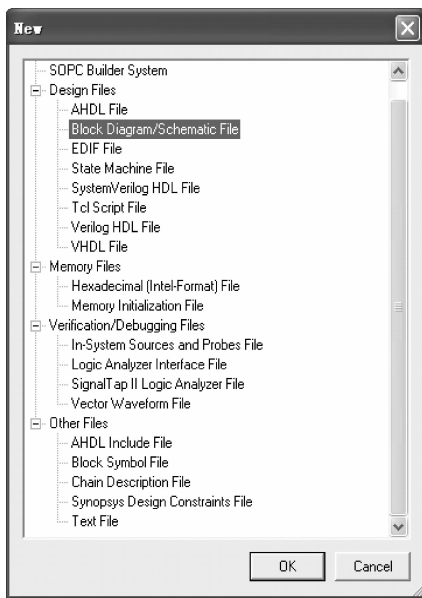

图 3-60 选择编辑文件的语言类型
(1) 新建框图文件,打开框图编辑器。具体步骤:主菜单 File→New,弹出 New 对话框,选择 Block Diagram/Schema Tic File 文件类型,如图 3-60 所示。完成后,即打开框图编